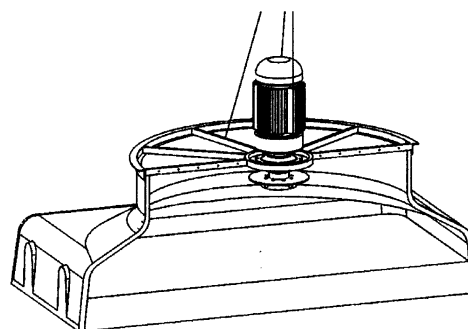

Fig. 5
- a) In the part including the electric motor, hook a sling to two of the spokes of the fan supporting ring, fastening the motor to balance the assembly in the way shown on figure 5.
- a) Dans la quatrième partie qui porte le moteur, accrocher une élingue à deux des rayons de l'anneau support du ventilateur et attacher le moteur pour équilibrer l'ensemble comme il est indiqué sur la figure 5.